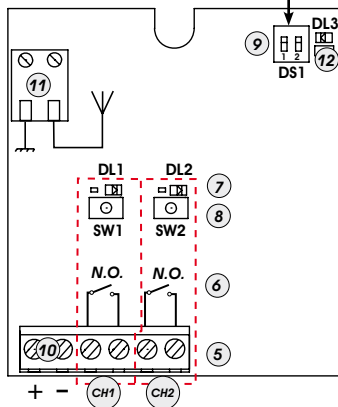

Fig.1
- 2) Appuyer, pendant 1 seconde, sur le bouton-poussoir du récepteur (Fig.1 réf. ⑧), correspondant au canal auquel on souhaite associer la radiocommande.
- 3) La LED correspondante sur le récepteur (Fig.1 réf. ⑦) commence à clignoter lentement pendant 5 s.
- 5) La LED (Fig.1 réf. ⑦) sur le récepteur s'allumera fixe pendant 1 seconde, puis elle s'éteindra, indiquant que la mémorisation a été effectuée.